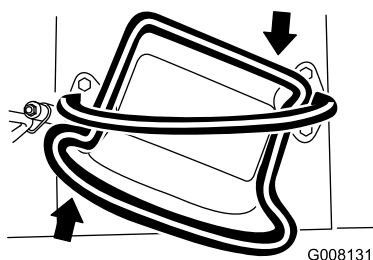

Figura 9
- Para virar para a direita, rode o controlo de tração no sentido dos ponteiros do relógio (**Figura 9**).